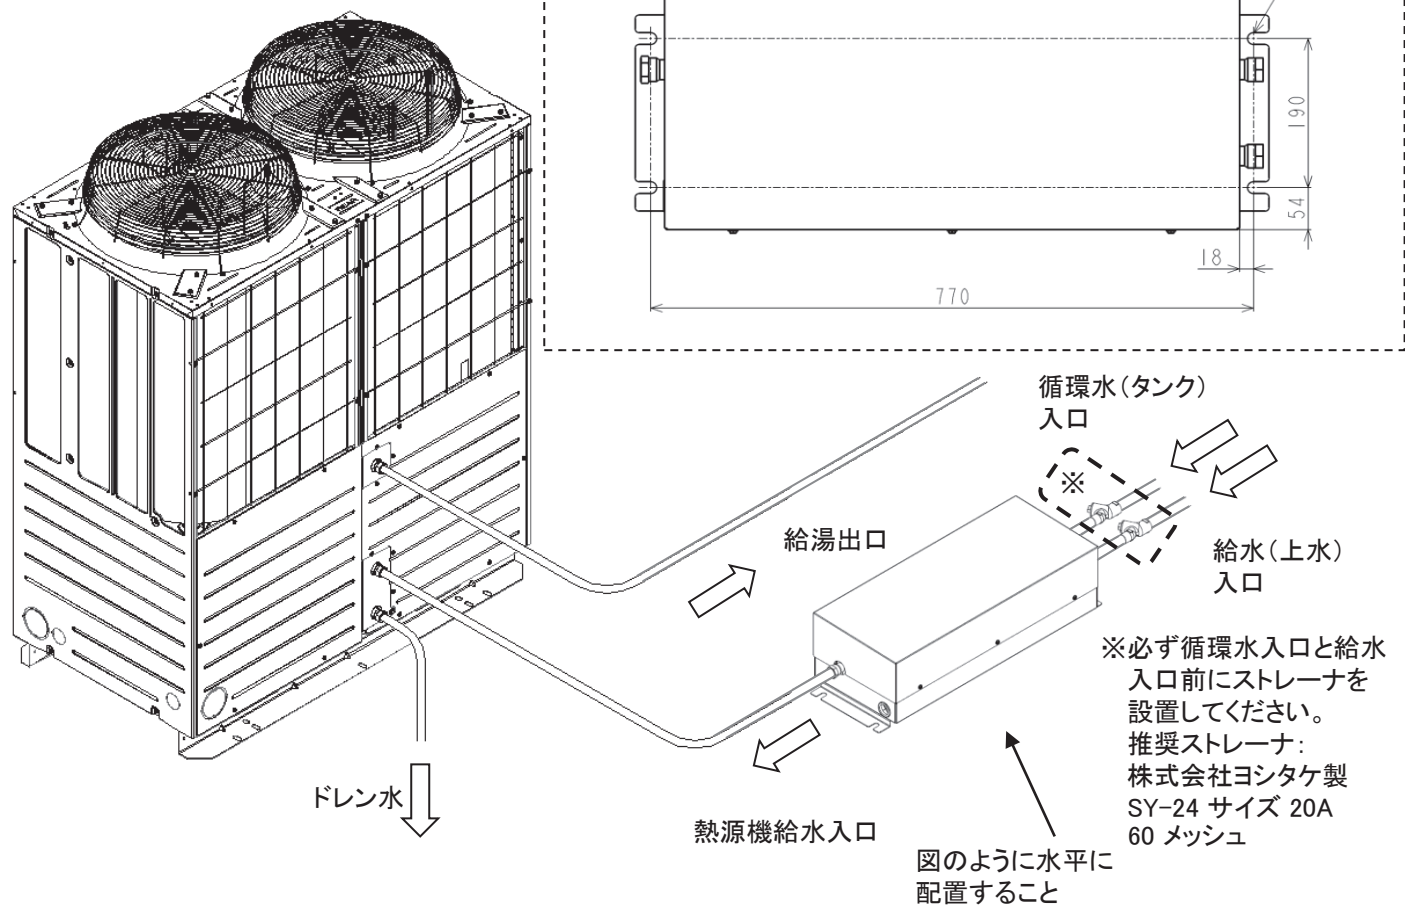

図 1. 入水管セット 取付図
・テープねじ接続のシールテープ、配線固定用のタイラップバンドおよび入水管セット固定用のアンカーは現地手配品です。アンカーはM4×4本で図1を参照して固定してください。
2. 図1のように、開放式貯湯槽および給水ラインと給湯機の間に入水管セットを仮配置し、アンカー（現地手配）で固定してください。入水管セットおよび配管は必ず給湯機の据付制限内（20Aの場合、給湯機⇄開放式貯湯槽間は5mです。この間に入水管セットを設置する必要があります。）で設置してください。制限を越えて設置した場合は、運転に支障が生じたり、サービスができなくなるおそれがあります。